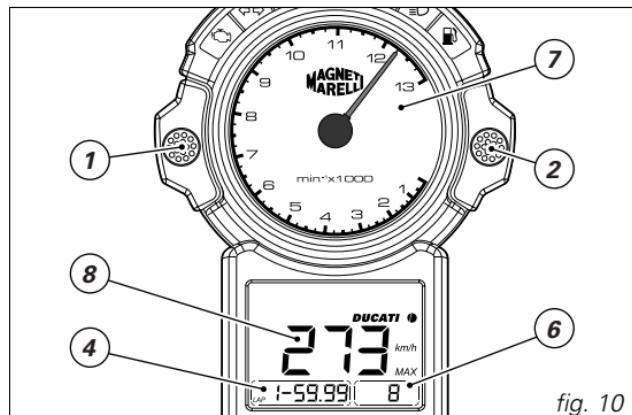
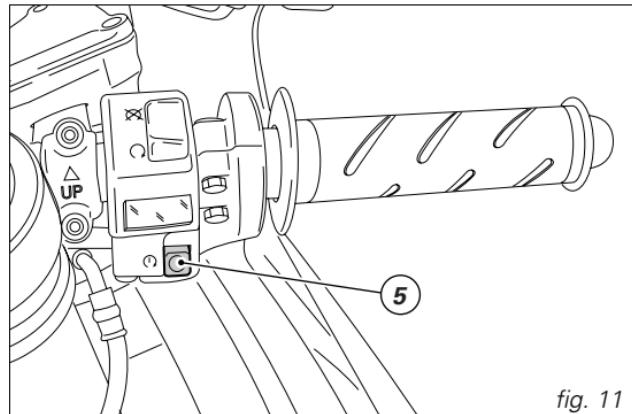

fig. 10
fig. 11
(fig. 10 et fig. 11)
Sélectionnez la visualisation LAP sur l'afficheur (4, fig. 10). En roulant, appuyez sur le bouton (5, fig. 11) de démarrage moteur pour faire partir le chronomètre de bord. La frappe successive du bouton (5) stoppe le chronomètre et, simultanément, le chronomètre de bord démarra pour relever le deuxième temps. Vous pouvez mémoriser jusqu'à un maximum de 19 tours ; si vous mémorisez un plus grand nombre de tours, les premiers chronos seront éliminés pour laisser la place aux derniers 19 tours chronométrés mémorisés.
Fonction visualisation des temps sur le tour de circuit mémorisés (fig. 10)
Après les chronos des tours, vous pouvez visualiser 19 temps chronométrés mémorisés dans afficheur à cristaux liquides. Après avoir arrêté la moto, appuyez sur le bouton (2, fig. 10) et tournez l'interrupteur à clef de la position OFF sur la position ON pour accéder à la fonction. Une fois entré dans la fonction, appuyez sur le bouton (1, fig. 10) pour faire défiler en séquence les chronos ; les informations suivantes s'affichent au tableau de bord :
- indicateur du régime moteur maximum (7, fig. 10) dans le chrono sélectionné ;
- chrono mémorisé sur le tour de circuit (4, fig. 10) ;
- donnée mémorisée de la vitesse maximale (8, fig. 10) sur le chrono sélectionné.
Pour remettre à zéro les chronos, appuyez sur le bouton (2, fig. 10) pendant plus de 5 secondes.
- 1) si le code est reconnu, le témoin CODE (12, fig. 5), au tableau de bord, émettra un bref clignotement ; le système antivol a reconnu le code de la clé et désactive le blocage du moteur. En appuyant sur le bouton START (5, fig. 11), le moteur démarre ;